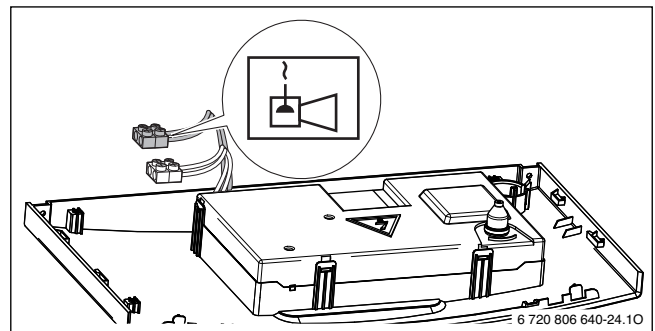

Рис. 15 Подключение сигнализатора тревоги.
- ▶ Подключите контакт сигнала тревоги непосредственно к клеммам (→ рис. 15, стр. 20).